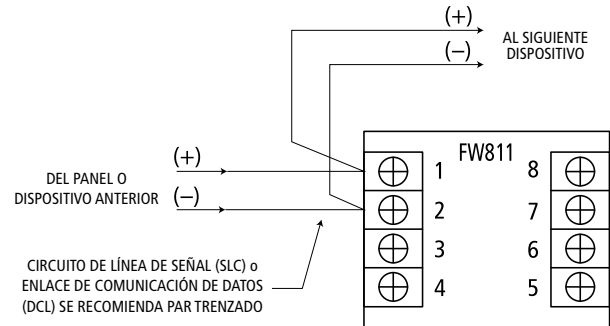

Figura 2 - Diagrama de Instalación (SLC/DCL)
- Conecte los cables, véase la figura 2. El terminal 1 y el terminal 2 son sensibles a la polaridad. Todos los circuitos están limitados por la potencia.